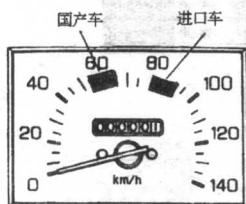

图 1-7
(3) 在 300~1 000 公里磨合期, 国产车车速不得超过 60 公里/小时, 进口车车速不得超过 80 公里/小时 (见图 1-7)。